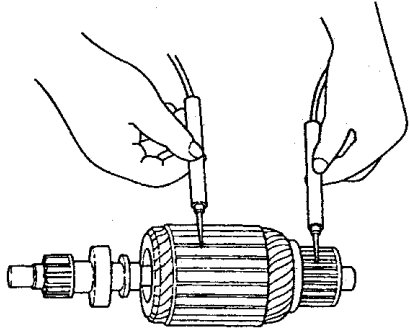

图 9-20 检查换向器对搭铁的短路情况
10) 如图 9-20 所示, 用欧姆表检查并确认换向器与电枢线圈铁心之间以及换线器与电枢轴之间应不导通。如果存在导通, 则更换该电枢。